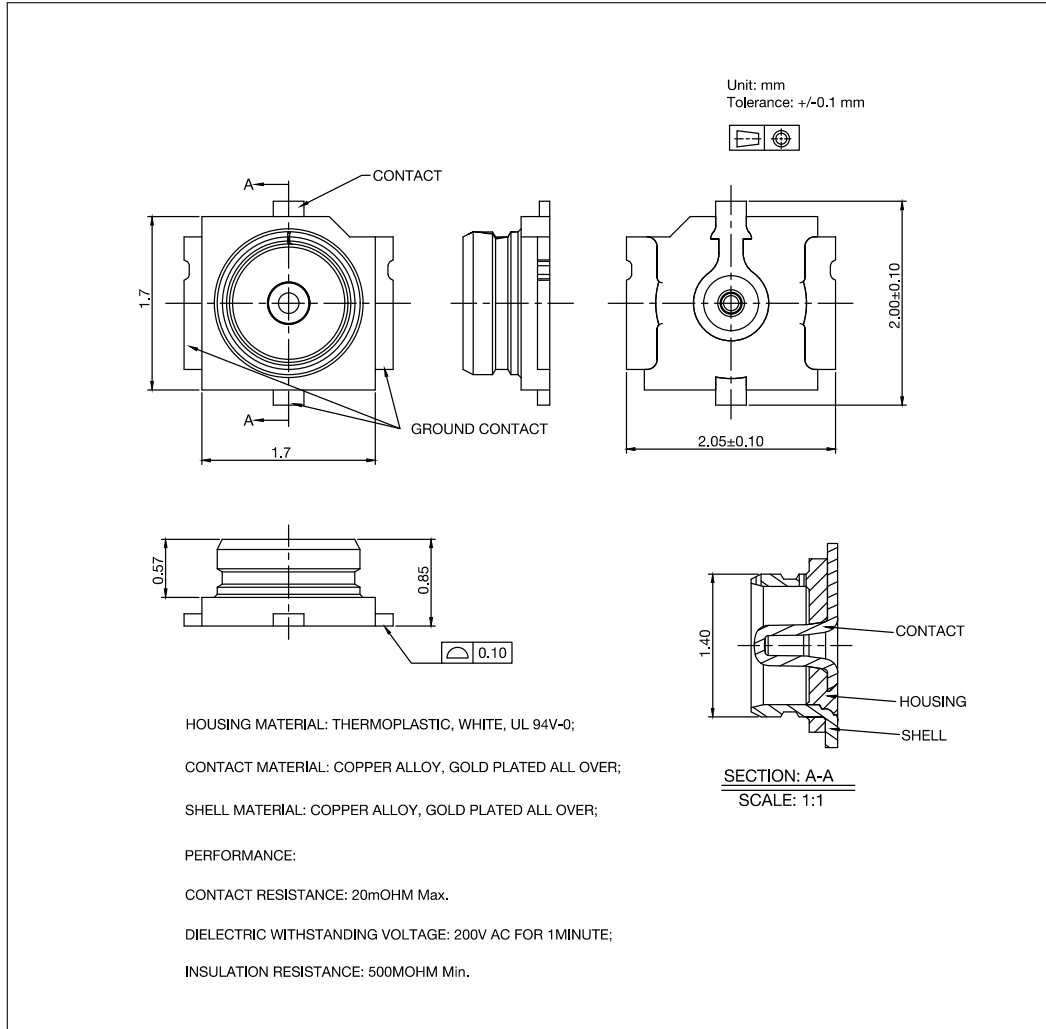

图 10: 外部天线连接器尺寸图
ESP8684-MINI-1U 采用图 10 外部天线连接器尺寸图 所示的第三代外部天线连接器，该连接器兼容：
- 接口规格与模组天线连接器接口匹配，参考图 10 外部天线连接器尺寸图